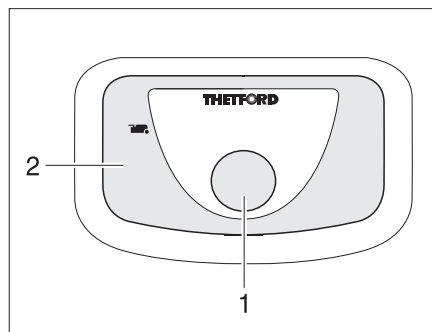

Fig. 158 Pulsante dello sciacquone/spia di controllo toilette Thetford
- Per sciacquare premere il pulsante blu (Fig. 158,1).
Quando la cassetta Thetford è piena e deve venire svuotata, la spia di controllo (Fig. 158,2) si accende.